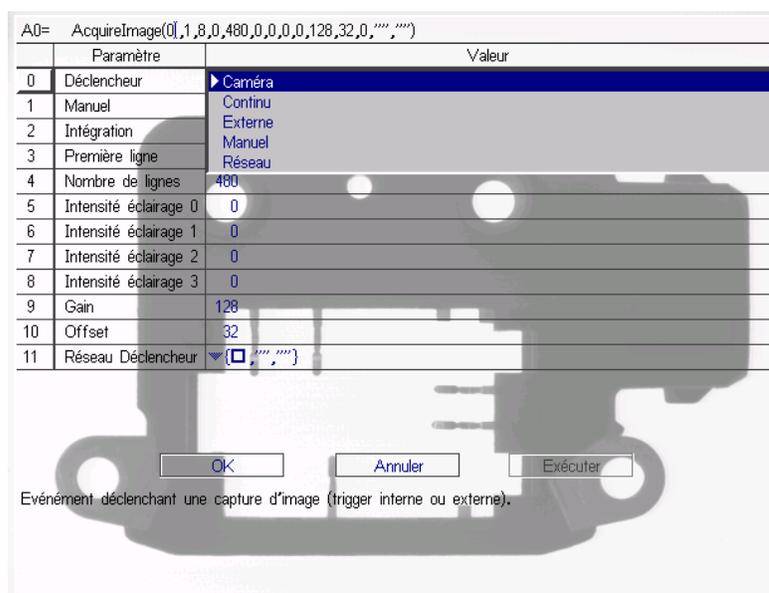

Figure 7-1. Options de déclenchement de la feuille de propriétés AcquireImage
- Sélectionnez la valeur du paramètre **Déclencheur** et ouvrez la liste déroulante des sources de déclenchement (voir Figure 7-1. Options de déclenchement de la feuille de propriétés AcquireImage).